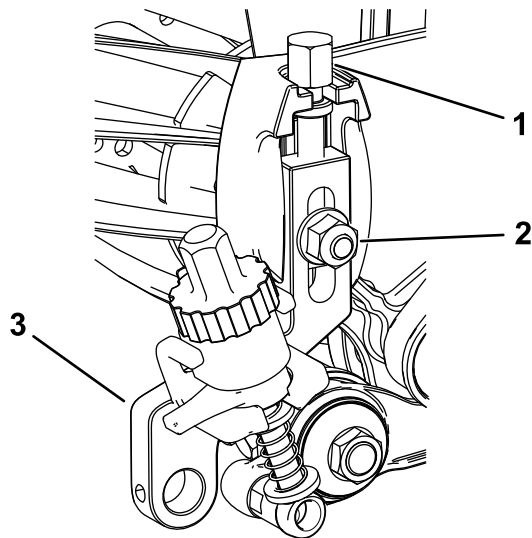

Bild 21
Oberseite der Schnitthöhenhalterungen (Bild 21).
2. Montieren Sie die Schnitthöhenhalterungen mit der vorher entfernten Senkschraube, Mutter und Spezielscheibe an den Seitenplatten des Mähwerks (Bild 21).